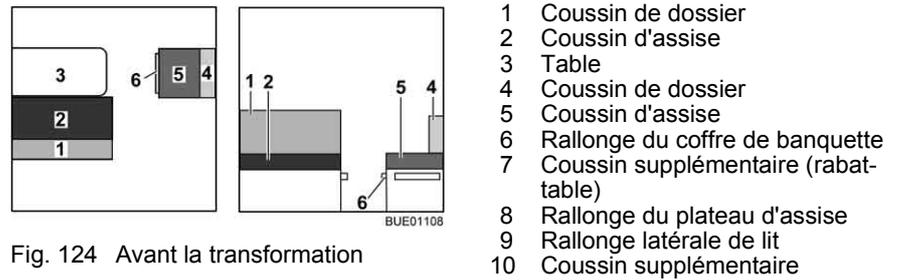

Fig. 124 Avant la transformation
- Convertir la table (Fig. 124,3) en sommier de lit (voir paragraphe 6.10).
- Enlever le coussin de dossier (Fig. 124,1) et le placer de côté.
- Enlever et mettre de côté le coussin de dossier (Fig. 124,4) et le coussin d'assise (Fig. 124,5).